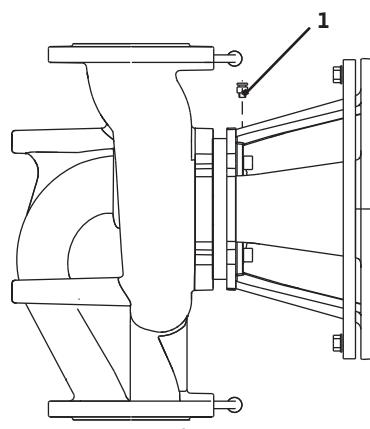

Fig. 36: Valvola di sfato
• Sfatare le pompe allentando le valvole di sfato (fig. 36, pos. 1). Un funzionamento a secco distrugge la tenuta meccanica della pompa. Il sensore della pressione differenziale non deve essere sfatato (pericolo di distruzione).